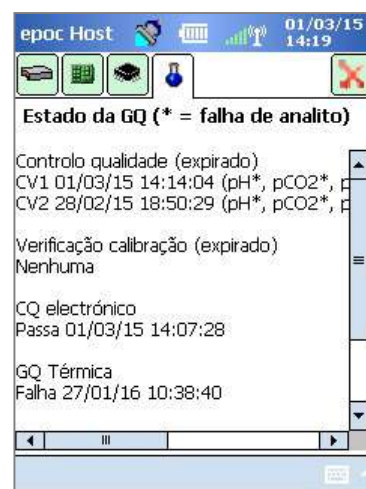

Fig. 45.
- c. Abra o quarto separador (Fig. 45) para visualizar o estado da GQ do Reader actual.